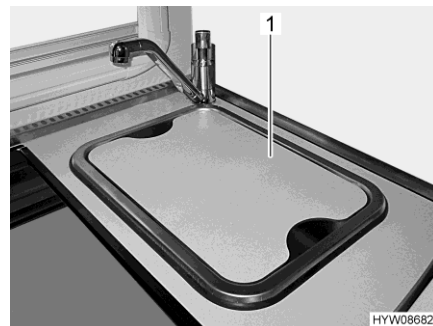

Fig. 10 Coperchio del lavello (alternativo)
- Rimuovere il coperchio del lavello (Fig. 10,1) e stivarlo in modo sicuro.